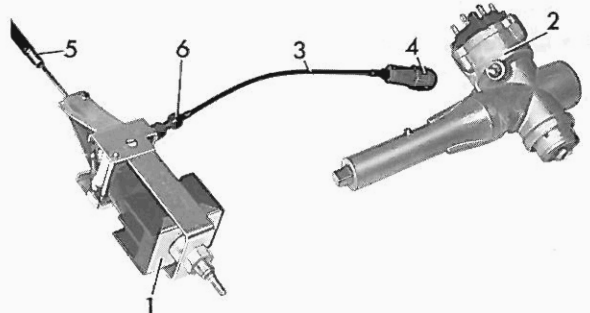

Bild 157
- 4 Einstellschraube herausschrauben (6) bis das Lenkschloß frei wird. Einstellschraube weitere 1–1½ Umdrehungen herausdrehen und kontern (Bild 157).
- 8 Sperrzug (3) vom Lenkschloß (2) abschrauben.
- 9 Start- und Stopzug (5) zur Einspritzpumpe am Vorglüh-Anlaß-Schalter lösen und aushängen.
- 10 Sperrzug mit Hutmutter (4) vorspannen und am Vorglüh-Anlaß-Schalter aushängen und abschrauben (Bild 157).